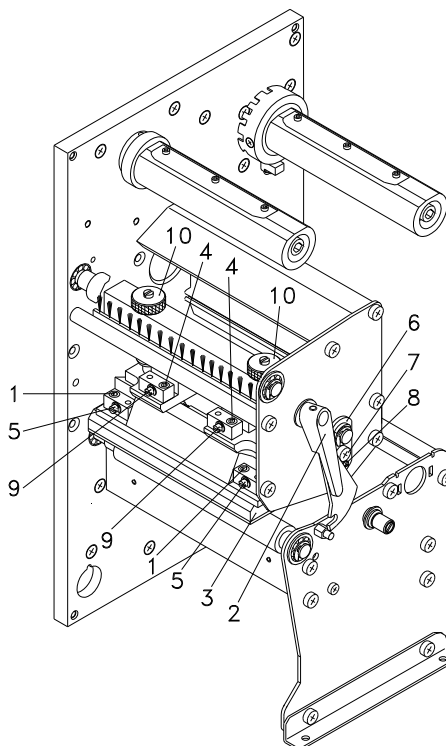

Figura 17
1. Allentare le viti (1 o 4, Figura 17) di circa $\frac{1}{4}$ di giro con una chiave per viti con testa esagonale incassata (SW 2,5).
2. Impostare il parallelismo con le viti di regolazione (5 o 9, Figura 17).
4. Serrare di nuovo le viti (1 o 4, Figura 17).
1. Allentare la vite (7, Figura 17) di circa $\frac{1}{4}$ di giro.
2. Ruotare i bulloni eccentrici (8, Figura 17) per creare un'equilibratura di stampa e registrarli fino ad ottenere un'immagine di stampa uniforme.
3. Serrare di nuovo la vite (7, Figura 17).
1. Ruotare i bulloni reggispinta (10, Figura 17) per modificare la pressione della testina di stampa.
2. Ruotando i bulloni reggispinta (10, Figura 17) in senso orario fino al fermo si crea un aumento della pressione di 10 N rispetto all'impostazione di fabbrica.
3. Ruotando i bulloni reggispinta (10, Figura 17) in senso antiorario di un giro esatto dal fermo destro si ritorna all'impostazione di fabbrica.